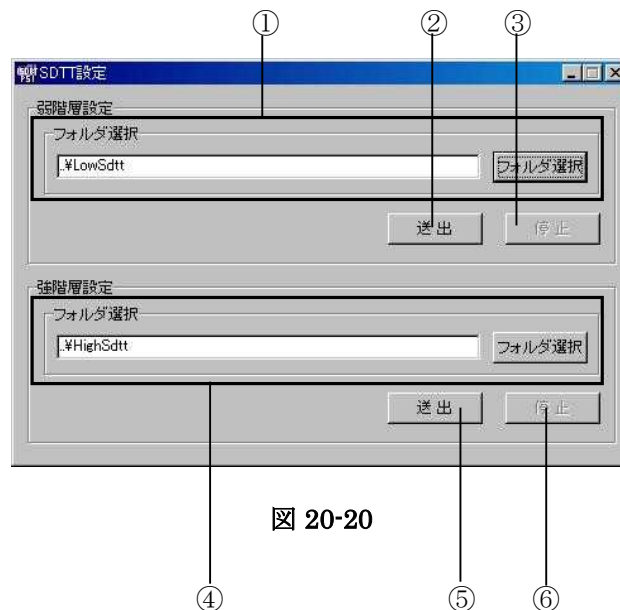

図 20-19 にて「システム設定」「SDTT 設定」クリックすると SDTT 設定画面が表示されます。
- ① メニューバーのシステム(S)に SDTT 設定の項目が追加されます。(図 20-19)
- ② 弱階層 SDTT の送出／停止の表示が追加されます。(図 20-19)
- ③ 強階層 SDTT の送出／停止の表示が追加されます。(図 20-19)